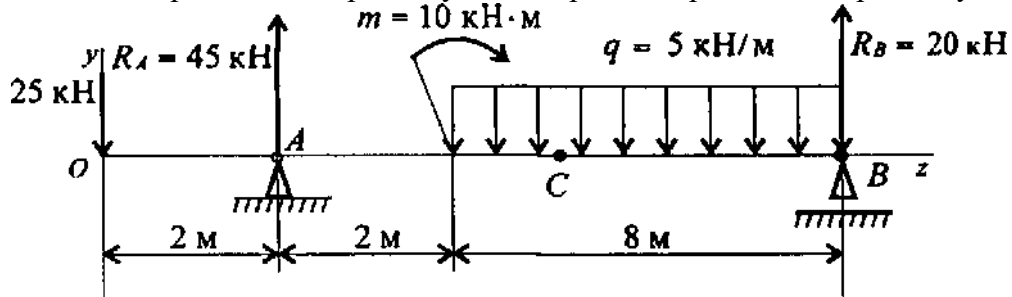

Рис. 1
14. Определите координату z , в которой поперечная сила равна нулю (рис. 1).
15. Определите величину изгибающего момента в точке С ($z = 5$ м), используя схему рис. 1, вопрос 14.